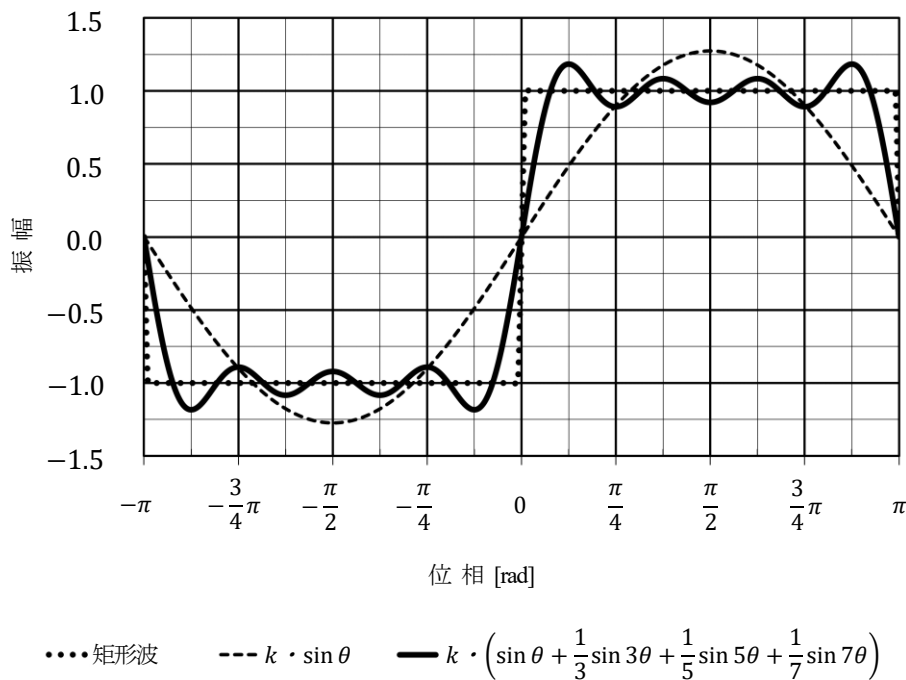

図1 矩形波に対する正弦波基本振幅の関係(第4項までの近似波形)
- (1) 乗車率が変化した場合に車両の加速度を一定に保つための方法について、40字程度で解答欄①に記述しなさい。なお、インバータ出力、主電動機出力には余力があるものとする。
- (2) 永久磁石同期電動機を導入した場合について、誘導電動機と比較したときのメリットを解答欄②に、デメリットを解答欄③に、それぞれ30字程度で記述しなさい。
- (3) インバータ制御による電圧固定1パルスモード(180°導通)における主電動機の実効電圧を求めたい。まず、振幅1.0の矩形波のフーリエ級数展開  $f(x)$  における、三角関数列の正弦波基本波の相電圧振幅  $k$  を求める必要がある(図1参照)。